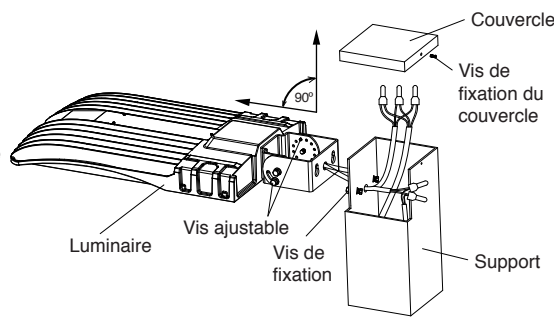

Figure 2-1
1. Desserrez la vis de fixation du couvercle et retirez le couvercle. Desserrez la vis de fixation, posez l'appareil d'éclairage sur le support et serrez les vis de fixation. (Figure 2-1)
2. Laissez le câble CA traverser l'orifice du support et connectez-le correctement. Fermez le couvercle et serrez la vis de fixation du couvercle après que le câble CA soit bien placé dans le support. (Figure 2-1)
3. Desserrez les vis ajustables, alignez le luminaire à l'angle souhaité et serrez les vis. (Figure 2-1)